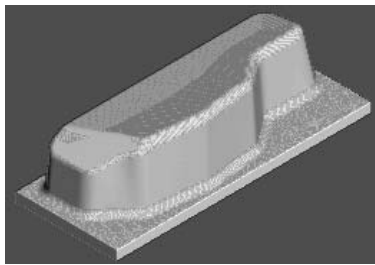

图 5-106 仿真加工结果 7
2) 在“仿真”工具栏的“当前刀具路径”下拉列表中选择要模拟的刀具路径 finish5, 然后单击“执行”按钮, 系统开始自动仿真加工, 仿真加工结果如图 5-106 所示。